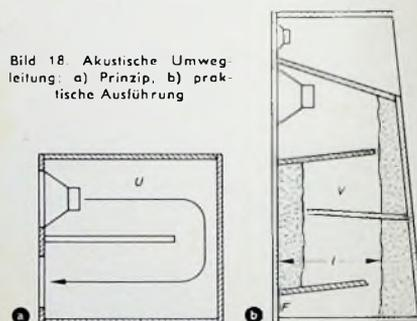

Bild 18. Akustische Umwegleitung: a) Prinzip, b) praktische Ausführung
Bei der akustischen Umwegleitung (Bild 18), die auch als akustisches Labyrinth bezeichnet wird, handelt es sich grundsätzlich um ein sehr tiefes, offenes Gehäuse. Die Gehäusetiefe mit der Weglänge U ist nach Gl (21) ein Maß für die untere Grenzfrequenz
Gibt man dem Gehäuse eine Form nach Bild 18, so gelangt die rückwärtige Strahlung bei $U = \lambda/2 = c/2f$ gleichphasig nach vorn und addiert sich zur vorderen Lautsprecherstrahlung. Das erklärt den hohen Wirkungsgrad in diesem Bereich.